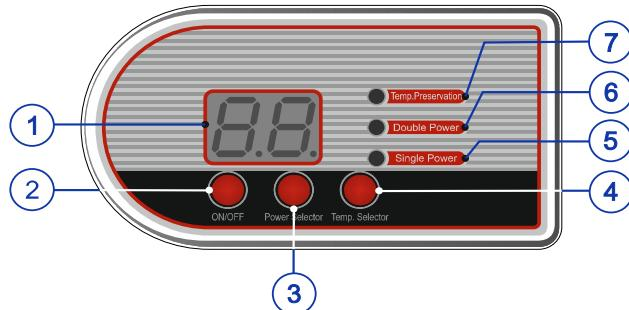
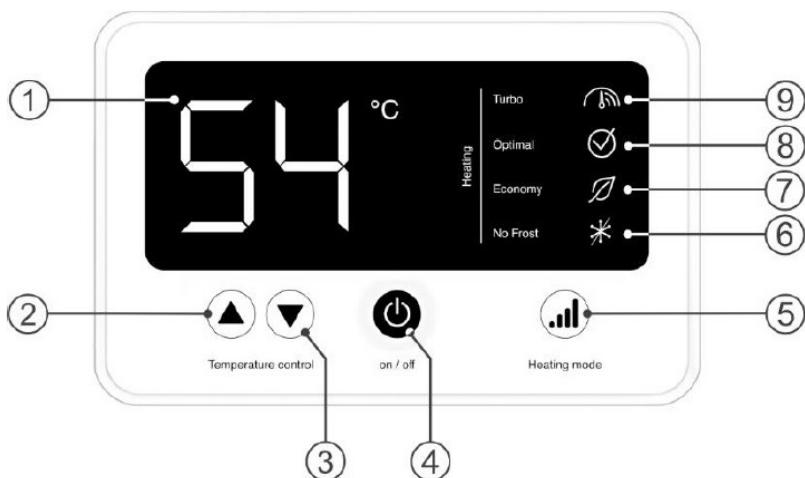

Fig. 2.1. Elektronisch bedieningspaneel voor boilers serie "IF".
Fig. 2.2. Elektronisch bedieningspaneel voor boilers serie "IF PRO".
7.1. Elektronisch bedieningspaneel voor serie "IF" (Fig. 2.1), serie "IF PRO" (Fig. 2.2).
Bij modellen serie "IF" die met digitaal display zijn uitgerust wordt de boiler aan - en uitgezet met behulp van de linkerknop "ON/OFF" in het bedieningspaneel (Fig. 2.1, pos. 2), daarbij toont het display de ingestelde verwarmingstemperatuur. 2,5 seconden daarna begint het display met het aangeven van de actuele watertemperatuur binnen de boiler. Het gewenste vermogen wordt ingesteld m. b. v. de middelknop "Power selector" (Fig. 2.1, pos. 3) in het bedieningspaneel. De dubbelvermogen-modus (2 kW) wordt geïndiceerd met het controlelampje "Double Power" (Fig. 2.1, pos. 6), de enkelvermogen modus (1,3 kW) met het controlelampje "Single Power" (Fig. 2.1, pos. 5).
Tijdens het werken van de boiler kunt u de verwarmingstemperatuur regelen met behulp van drie sensortoetsen, de werkmodi worden naar de informatie van het display gecontroleerd alsook naar de indicatie van de drie controlelampjes. Om een gewenste verwarmingstemperatuur te selecteren, drukt u meermalen op de rechtertoets "Temp. Selector" (Fig. 2.1, pos. 4) in de afstandsbediening. Discreetheid van temperatuurveranderingen = 5°C.
Abbildung 2.2: 1 – LCD Display, 2-3 – "Temperature Control" toets / Temperatuurregeling, 4 – "ON/OFF" toets / AAN/UIT, 5 – "Heating mode" toets / de keuze van het verwarmingsproces, 6 – indicator "No Frost" / het vriespunt van water, 7 – indicator "Economy" / minimale capaciteit, 8 – indicator "Optimal" / standaard capaciteit, 9 – indicator "Turbo" / maximale capaciteit.